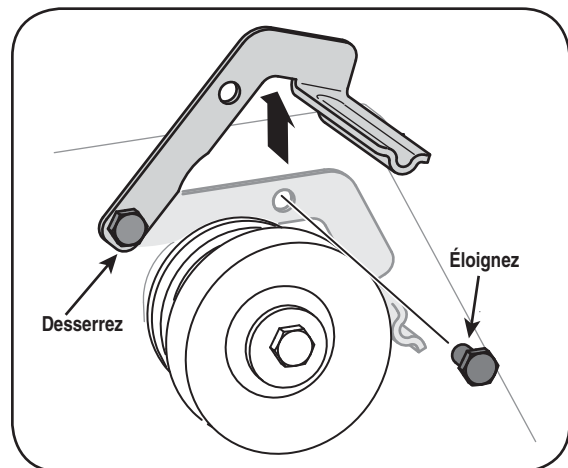

Figure 6-5
3. a. Desserrez le boulon, représenté à la Figure 6-5, qui maintient le support du guide de courroie, puis retirez l'autre boulon.
b. Éloignez le guide de courroie et le support de la poulie motrice. Voir la Figure 6-5.